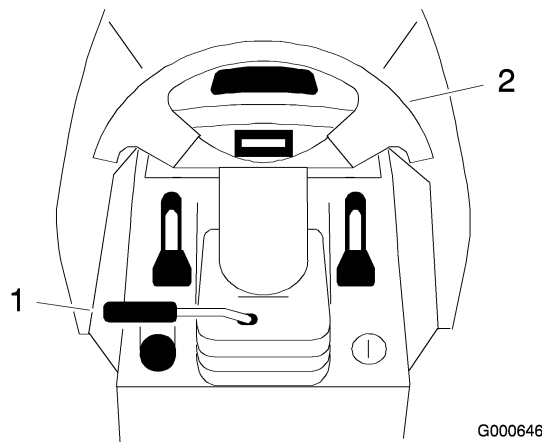

Figura 26
1. Per rilasciare il dispositivo di blocco alzate la leva di inclinazione (Figura 26).